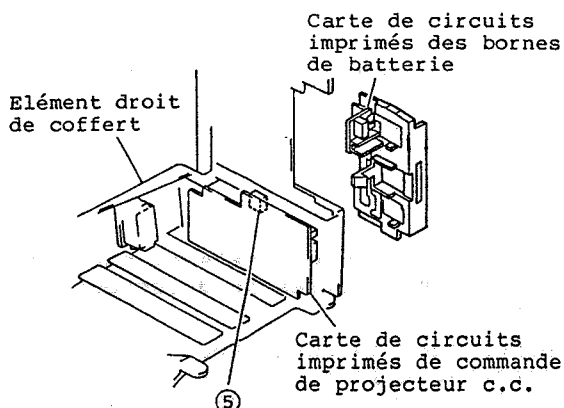

Fig. 2-17
1. Dessouder le connecteur CN902 implanté sur la carte de circuits imprimés des bornes de batterie. (Se reporter à la figure 2-17)